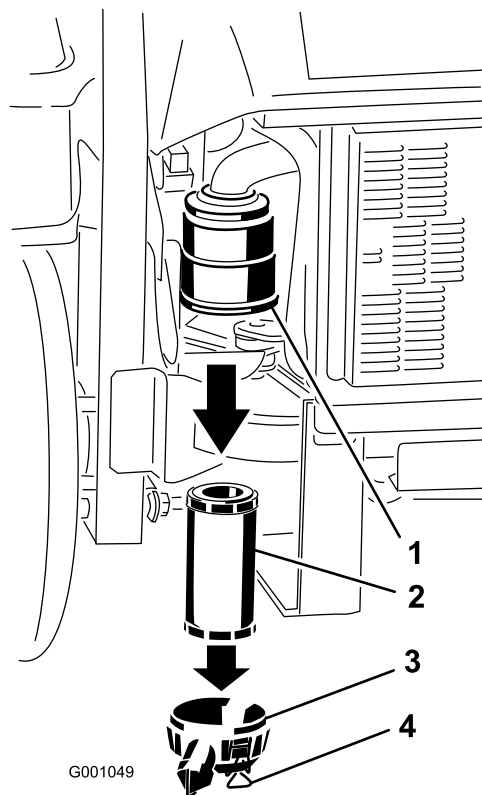

Figure 43
3. Ouvrez les dispositifs de verrouillage du filtre à air et détachez le couvercle du boîtier du filtre (Figure 43).
5. Sortez l'élément filtrant du boîtier du filtre avec précaution (Figure 43).